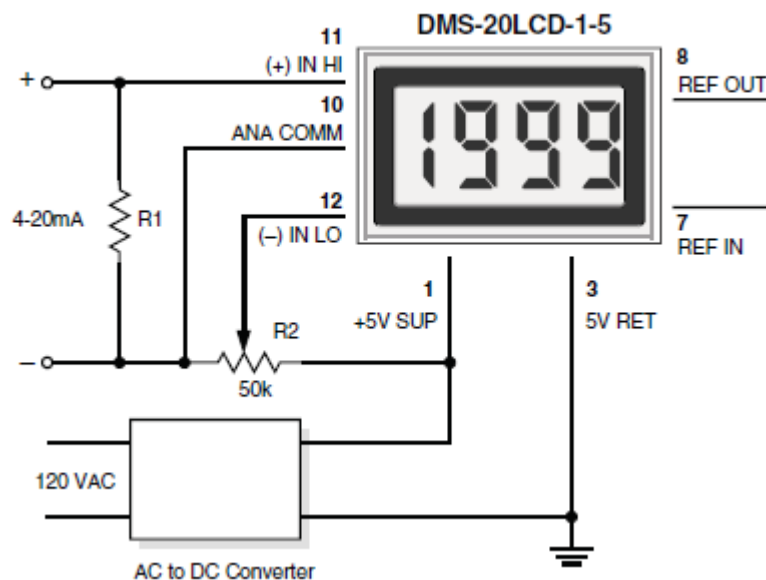

Рис. 7. Токовая петля 4–20 мА.
**5. Измерения управления технологическим процессом (от 4 до 20 мА):** во многих распространенных приложениях управления технологическим процессом для передачи информации используется токовая петля 4–20 мА. Поскольку счетчики DMS-20LCD имеют такой высокий входной импеданс, можно использовать простой шунтирующий резистор на входе счетчика для преобразования тока контура в напряжение. См. рис. 7. Значение шунтирующего резистора зависит от требований масштабирования конкретного приложения и может быть рассчитано с использованием следующего уравнения: